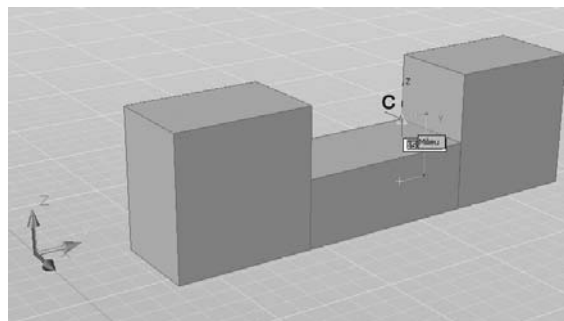

Fig.17.3
- 4 Spécifiez la hauteur : C (fig.17.3).